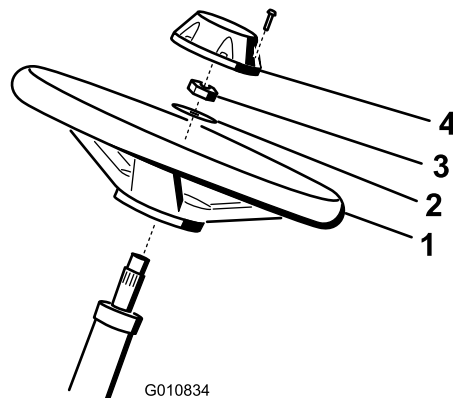

图4
1. 将方向盘滑入转向轴图4。
2. 将垫圈滑入转向轴图4。
4. 将中心盖安装到方向盘上并用螺丝固定图4。